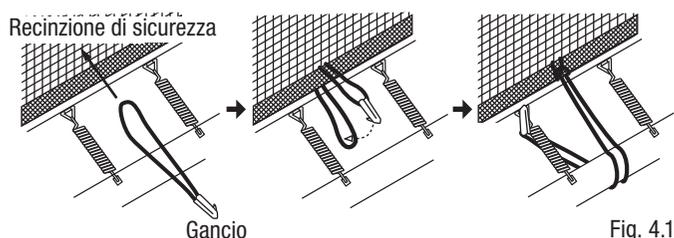

Fig. 4.1
Fissate un'estremità di un anello di gomma con un gancio (G) tra due tubi inferiori (B) al bordo della rete, tirate l'altra estremità dell'anello di gomma attorno al telaio principale e agganciatelo al tappeto e alle sbarre della rete. (Fig. 4.1 + 4.2). NOTA: Per una migliore visibilità, l'imbottitura del telaio non viene rappresentata di seguito nella fig. 4.1.